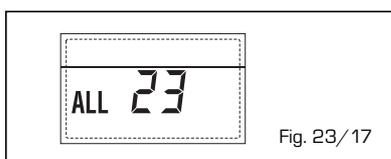

Fig. 23/17
- **ANOMALIA SONDA COLLETTORE SOLARE (S1) "ALL 24"** (fig. 23/18)